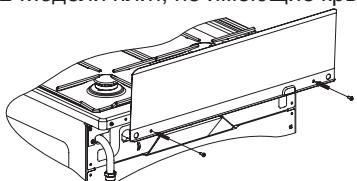

рис. 1
■ Модели плит, не имеющие крышки стола, комплектуются щитком, который закрепляется перед установкой плиты (рис.1).
■ **Установка щитка** на плиты моделей GM141 001, GM141 101. Установку щитка производить путем крепления к столу двумя винтами (см. рис. 1). Винты для крепления щитка находятся в пакете с комплектующими.